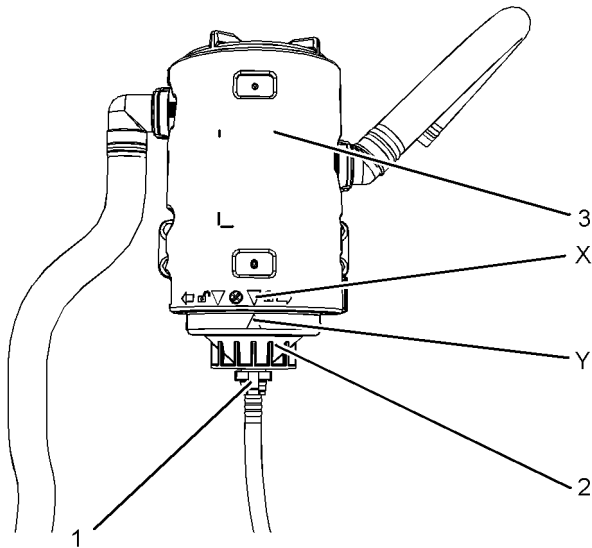

Ilustración 56
6. Instale el conjunto del elemento de filtro y la tapa inferior (2). Rote la tapa inferior con la mano hacia la izquierda hasta que quede en la posición bloqueada en el cuerpo del respiradero. Asegúrese de que las marcas de alineación (X e Y) están alineadas correctamente. Consulte la Ilustración 56.
7. Instale la conexión del tubo (1). Asegúrese de que los broches de retención en la conexión del tubo están sujetos correctamente. Quite el recipiente.